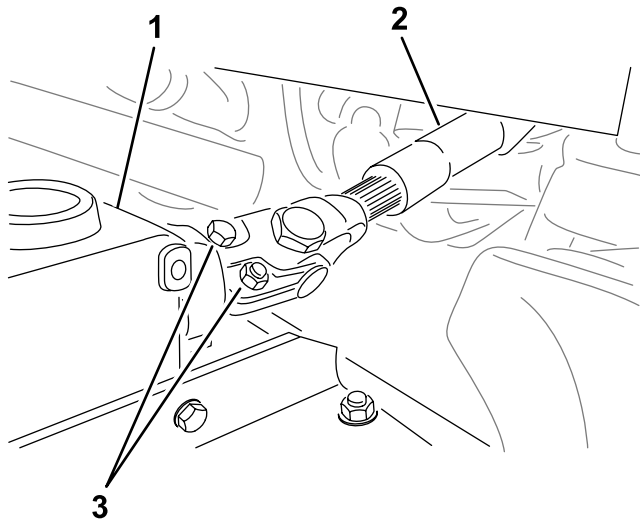

Figura 20
5. Retire los pernos y las tuercas del eje de la TDF (Figura 20) y deslice la horquilla para sacarla de la caja de engranajes.